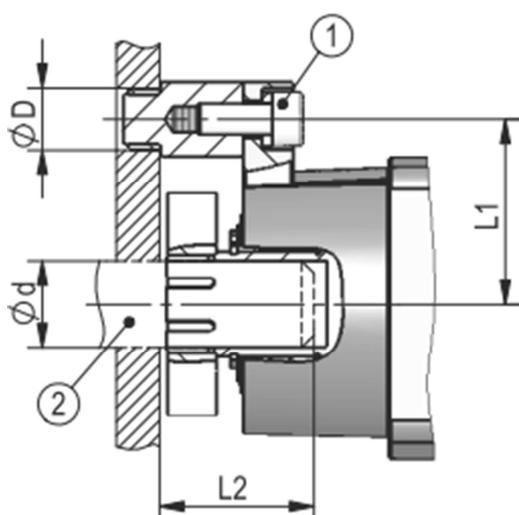
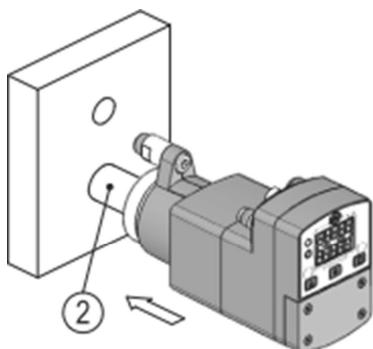
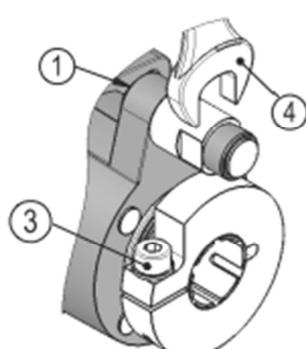

図1：設置寸法
図2：設置
図3：トルクピン取り付け
△注意	主軸受の破損 不適切な設置によるシャフトのストレスは、アクチュエータの発熱や破損を引き起こします。 ▶ 作業を適切に行い、シャフトとトルクピン用穴の角度ずれができるだけ小さくしてください。 (図 1、表 1 参照)
△注意	ハウジングの破損 トルクピンが正しく取り付けられないと、ハウジングが破損する場合があります。(図 3 参照) ▶ 許容締め付けトルクは、 $2N\cdot m$ 以下を順守してください。
△注意	座標値データの損失とブレーキ機能無しの装置 シャフトが滑ったり破損するリスクがない限り、以下の推奨事項に従ってください。 ▶ クランプリングのネジ③(図 3 参照)の締め付けトルク : $3N\cdot m$ 以上 ▶ 推奨シャフト径 : ø14h9
設置準備（図1、図3）
設置（図2、図3）